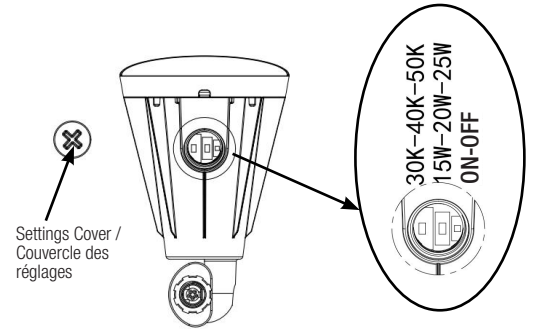

Fig. 3
3. Use a flathead screwdriver to remove the settings cover as shown in Figure 3. Adjust the CCT, power and photocell as needed, then screw the settings cover back on.
3. Utilisez un tournevis à tête plate pour retirer le couvercle des réglages, comme illustré à la figure 3. Réglez le CCT, la puissance et la cellule photoélectrique selon les besoins, puis revissez le couvercle de réglage.